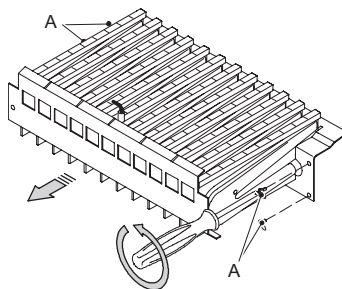

Figura 5.1
• Togliere il pannello anteriore della camera di combustione ed il bruciatore in Figura 5.1.
• Rimontare il bruciatore Figura 5.1, il pannello anteriore della camera di combustione e la parete mobile della camera stagna.